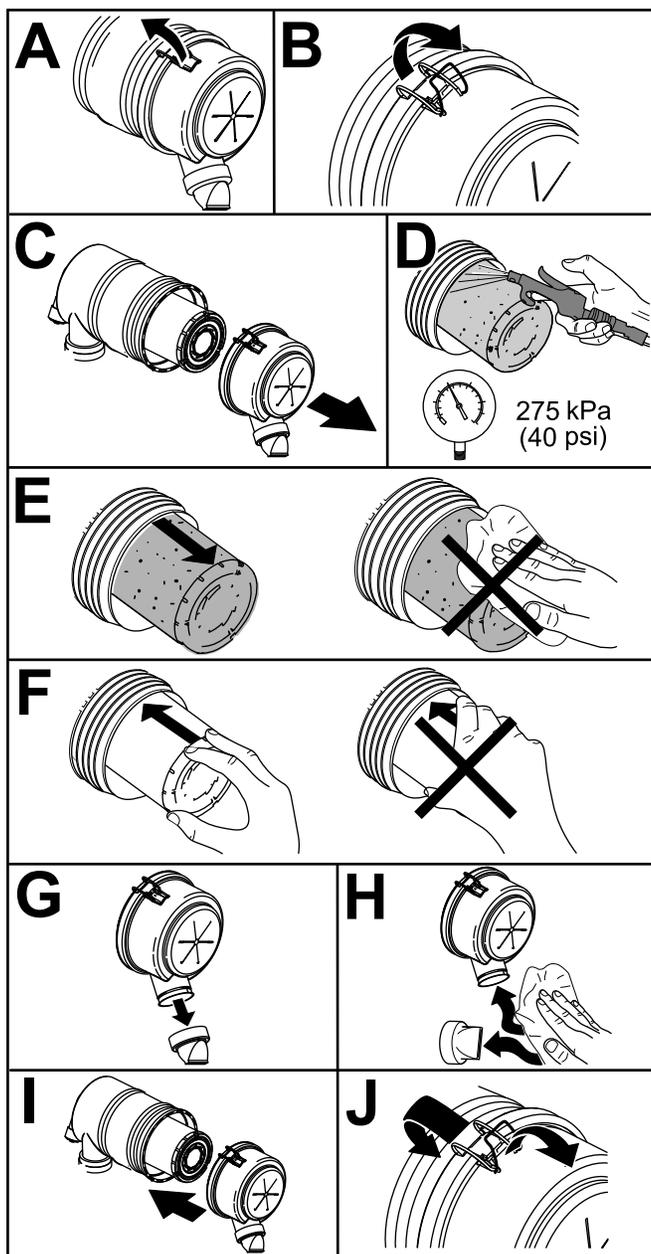

Рисунок 46
1. Замените элемент грубой очистки воздухоочистителя (Рисунок 46).